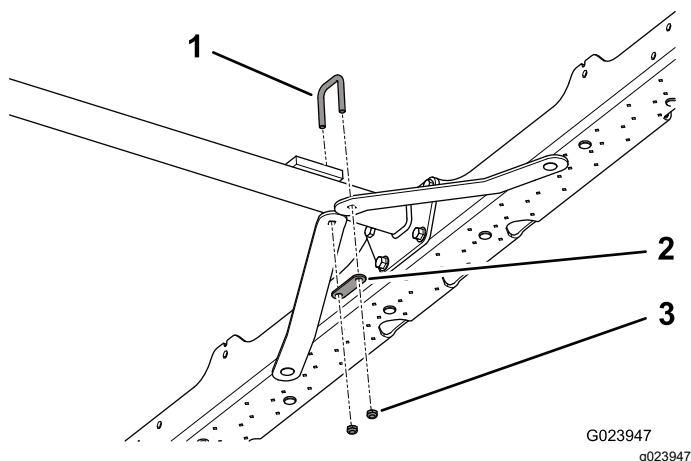

図 6
4. 牽引バーの上部にUボルトを取り付け、このUとサポートブレースの短い平たい端部にある穴とを並列させる 図 6。
5. Uのねじ山のついている端部にストラップを取り付け、Uボルトを固定するフランジロックナット5/16 インチ2個を使用する図 6を参照。